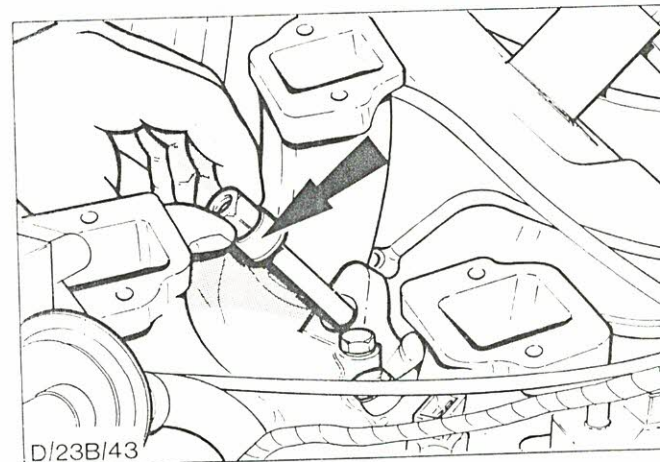

Abb.94 Einspritzdüse ausbauen
10. Einspritzdüsen mit Halterungen (1 Schraube) ausbauen, Abb.94.